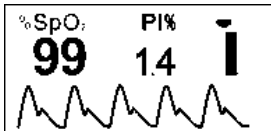

Figura 7
6. Tenendo premuto il tasto per 2 secondi il display passa alla modalità in figura 7.
Nella modalità in figura 7 vengono monitorati e visualizzati sul display i valori di SpO₂ e indice di perfusione a differenza della modalità in figura